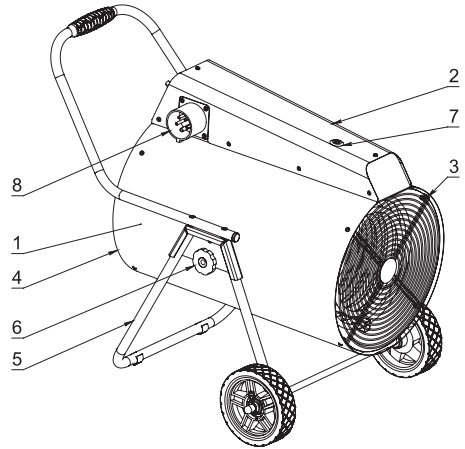

Рис. 6.1
Несущая конструкция тепловентилятора (см. рис. 6.1, 6.2) состоит из кожухов наружного (1) и внутреннего, изготовленных из листовой стали и имеющих цилиндрическую форму. Во внутреннем кожухе размещены вентилятор и трубчатые электронагревательные элементы. Сверху кожуха расположен корпус блока управления (2). Кожух наружный, закрыт воздухозаборной (4) и воздуховыпускной (3) решетками, винтами устанавливается на подставку (опору) (5) и имеет возможность поворота в вертикальной плоскости. Угол поворота фиксируется барашковыми винтами (6). Вентилятор затягивает воздух через отверстия воздухозаборной решетки. Воздушный поток, втянутый вентилятором в корпус, проходя между петлями трубчатых электронагревательных элементов, нагревается и подается в помещение через отверстия воздуховыпускной решетки.
Для подключения к стационарной электросети тепловая пушка комплектуется трёхфазной вилкой (Рис. 6.1), установленной на корпус изделия. Подключение к электросети осуществляется путём включения переносной розетки, предварительно подключённой к щиту питания в вилку прибора.